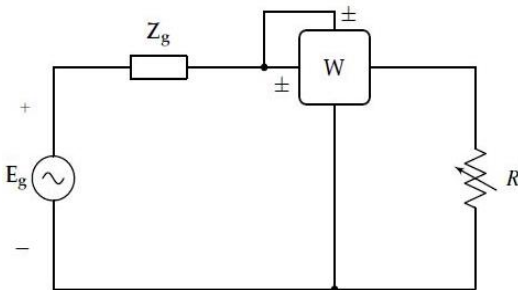

Figura 6: Circuito a ensamblar en el laboratorio.
2.8. Diseñar el circuito de la figura 6 con el fin de ensamblarlo en el laboratorio. Para el diseño, tenga en cuenta los elementos disponibles en el almacén. La magnitud de E_g corresponde al voltaje fase neutro disponible en la mesa. Para Z_g utilice una combinación RC (condensadores de potencia y reóstatos). El diseño debe ser tal que el valor de R para máxima transferencia de potencia esté entre 80 y 100 Ω . Utilice tres reóstatos en serie de 100 Ω para la resistencia de carga R .
- 3.4.** Ensamblar el circuito de la figura 6.